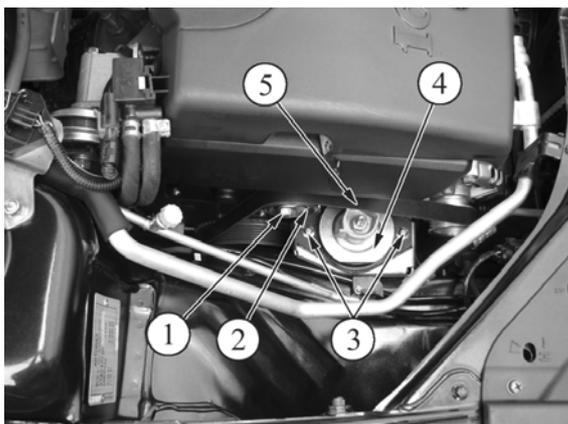

Рисунок 12 – снятие ремня привода вспомогательных агрегатов:
5.9.2 Отвернуть на 3 – 4 оборота болт 1, рисунок 12, крепления натяжного ролика 2 и ослабить натяжение ремня привода вспомогательных агрегатов (головка сменная 17, вороток).